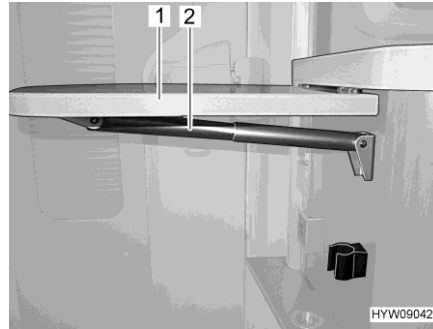

Fig. 65 Mesa de bar plegable
- Agarrar la parte inferior de la mesa de bar plegable (Fig. 65,1) y extraer la misma del engatillado tirando ligeramente.
- Girar el tablero de la mesa hacia arriba hasta que se active la fijación del soporte telescópico (Fig. 65,2). Soltar el tablero de la mesa.